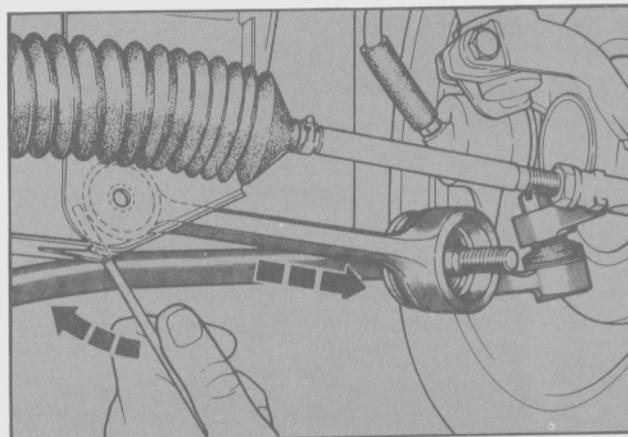

Fig. 16. Extracción del brazo inferior
- Retirar el brazo inferior de su montaje en el travesaño (Fig. 16). Girarlo sobre su rótula y retirar el aislador trasero, la arandela y cubrearandela.